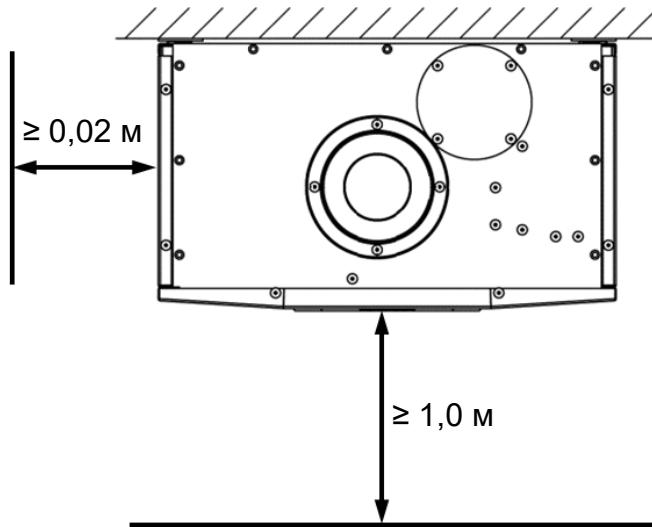

Рис. 9
- Перед фронтом котла **должна быть** зона обслуживания не менее 1,0 м. (См. Рис. 9)
- Расстояние от котла до боковой стены из несгораемых материалов **должно быть** не менее 2 см. (См. Рис. 9).